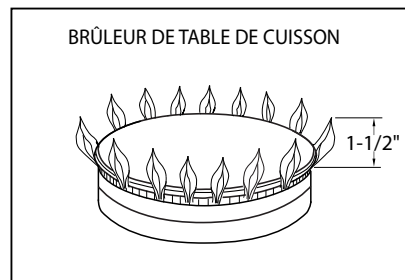

FIG. 18
*Il n'est pas possible d'effectuer un réglage de l'obturateur d'air sur les brûleurs de la table de cuisson. Les flammes du brûleur doivent être bleues et stables, sans pointe jaune (quelques pointes jaunes sont chose normale pour du gaz propane) ni bruit excessif, et ne doivent pas tirer vers le haut (Fig. 18).*